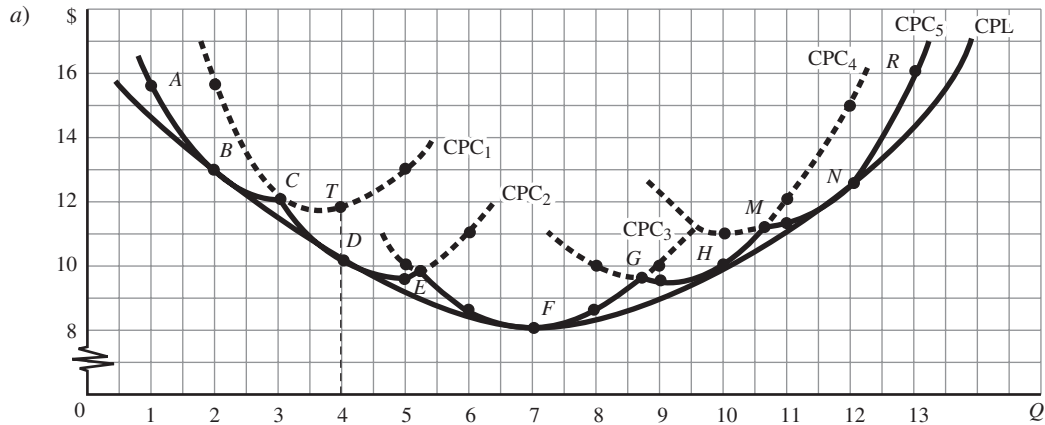

Figura 7-13
- b) La curva CPL de la empresa la determinan las partes continuas de las CPC en la figura 7-13. Es decir, la CPL para la empresa la da la línea continua que une los puntos A, B, C, D, E, F, G, H, M, N y R. Los segmentos punteados de las curvas CPC son irrelevantes porque representan un CP más alto de lo necesario para la empresa en el largo plazo. Si ésta quisiera obtener tres unidades de producción por periodo utilizaría la planta 1 o la 2 y estaría en el punto C (vea la figura anterior). En ambos casos, el CPC para la empresa sería el mismo.
7.13 Con referencia a la figura 7-13, a) señale en qué punto de la curva CPL se está operando la escala de planta óptima a su tasa óptima de producción. b) ¿Qué tipo de planta operaría la empresa y cómo usaría su planta para producciones menores a siete unidades? c) ¿Cómo la utilizaría para niveles mayores a siete unidades?
- a) En el punto F de la curva CPL, la empresa estaría operando su escala de planta óptima (indicada por CPC₃) a su tasa óptima de producción (F).
- b) Para obtener una producción menor a siete unidades, indicada por F, la empresa *subutilizaría* (es decir, produciría menos de su tasa óptima de producción) una escala de planta *menor* que la óptima a largo plazo. Por ejemplo, si se utilizara la planta indicada por CPC₁ en el punto B y quisiera aumentar su producción de dos a cuatro unidades por periodo, en el corto plazo tendría que alcanzar la tasa óptima de producción con la planta 1 (punto T en la figura). Sin embargo, en el largo plazo la empresa construiría la planta mayor indicada por CPC₂ (o *convertiría* la planta 1 en la 2) y la operaría en el punto D. La planta 2 es menor que la óptima (indicada por CPC₃ en la figura 7-13) y se opera por debajo de su tasa óptima de producción.
- c) Para obtener más de siete unidades de producción por periodo, la empresa *sobreutilizaría* una planta *mayor* que la óptima a largo plazo (vea la figura 7-13).